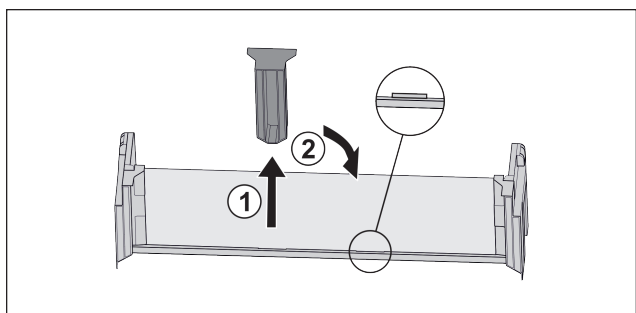

Fig. 19
- Estrarre l'elemento di supporto centrale Fig. 19 (1).
- Inserire l'elemento di supporto centrale sulla seconda posizione Fig. 19 (2).